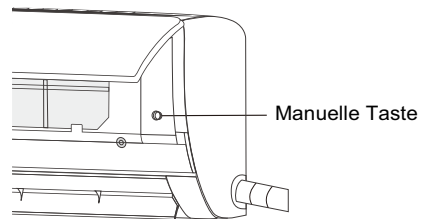

Abb. 9.1
1. Sie finden die TASTE MANUAL. Siehe die Abb. 9.1